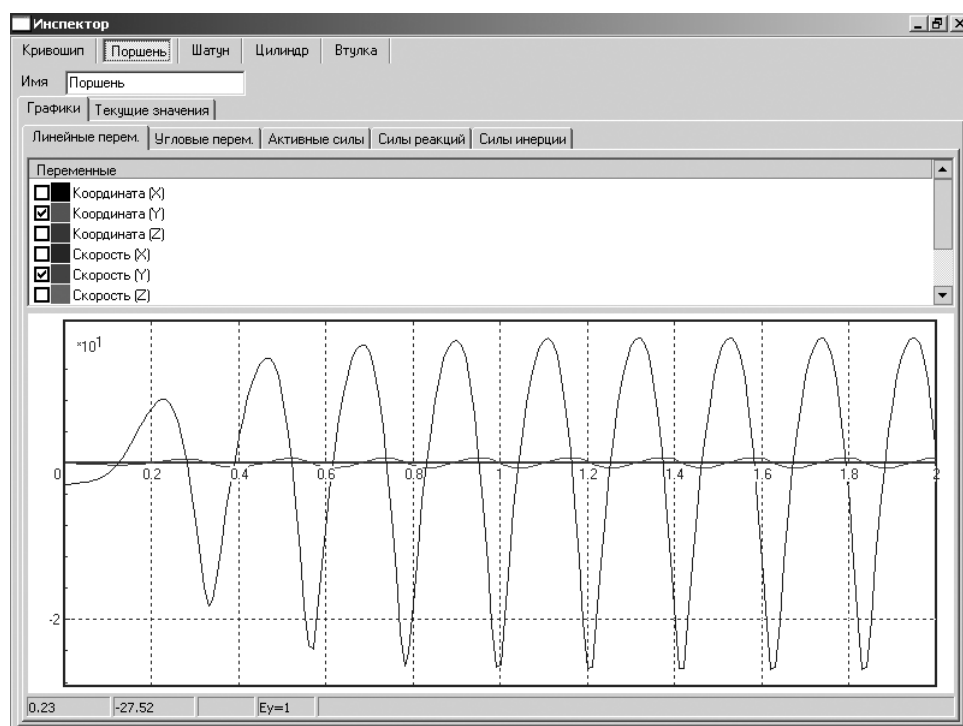

Рис. 2.73. Состояние окна **Инспектор** в развернутом виде с открытыми вкладками **Графики** и **Линейные переменные**
- щелкните в окне **Инспектор** по кнопке управления  – **Развернуть**. Появится окно **Инспектор** в развернутом виде с результатами моделирования в графическом виде, см. рис. 2.73.